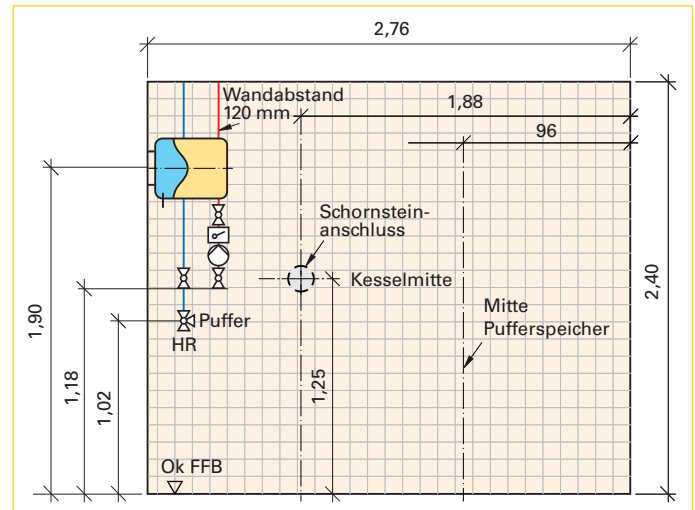
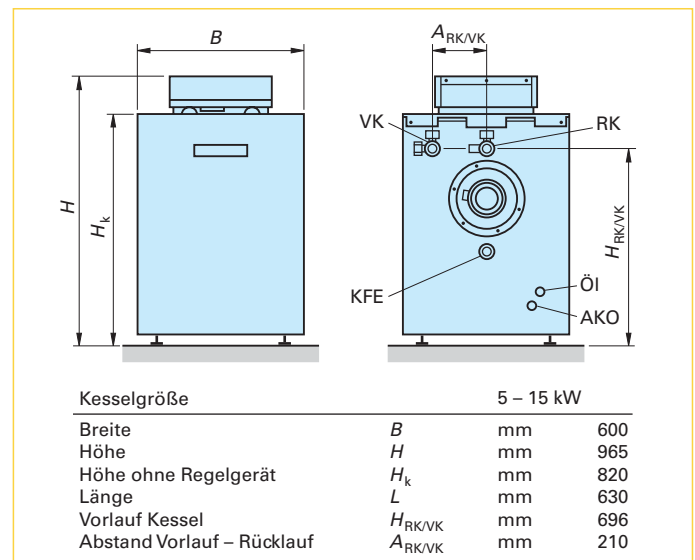

Bild 1: Montagewand
Bild 2: Heizkessel
Von der Montagewand wurde eine Skizze angefertigt (**Bild 1**). Als Neuanlage sollen ein Öl-Brennwertkessel 5 – 15 kW und ein Pufferspeicher mit eingebautem Solar-Wärmetauscher und eine Frischwasserstation eingebaut werden (**Bild 2,3**). Der zur Hydraulik der Heizungsunterstützung erforderliche 3-Wege-Mischer ist im Rücklauf bereits montiert.
4.2 Ermitteln sie folgende Abstände und prüfen Sie, ob die Mindestforderungen des Herstellers eingehalten sind (**Bild 1, Seite 19**):